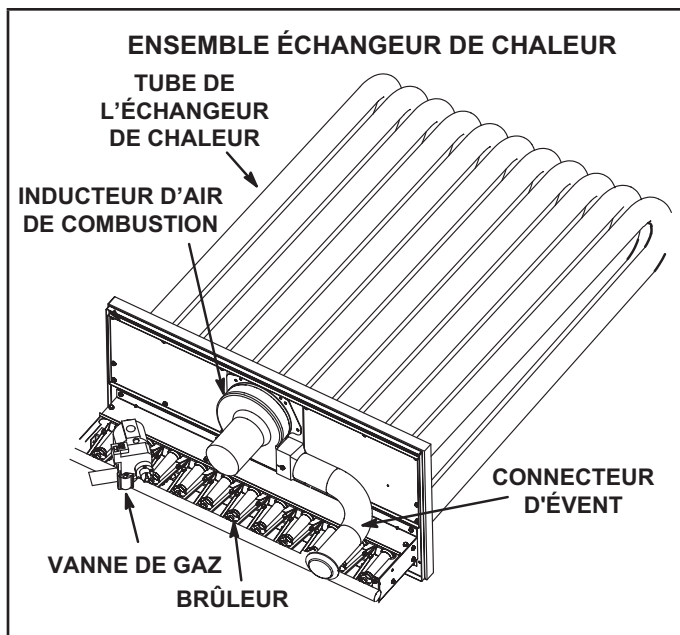

FIGURE 40
- 3 - Retirer et conserver les vis fixant l'inducteur d'air de combustion sur la boîte à feu. Retirer le connecteur d'évent. Voir FIGURE 40.